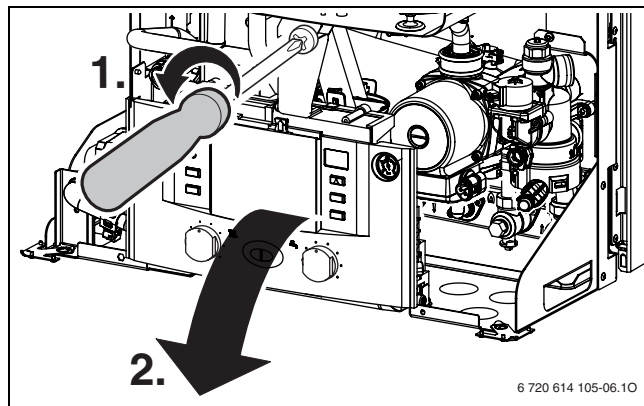

Fig. 14
- ▶ Svitare la vite di fissaggio (→ rif. 1, fig. 14) e far ruotare il cruscotto comandi verso il basso.